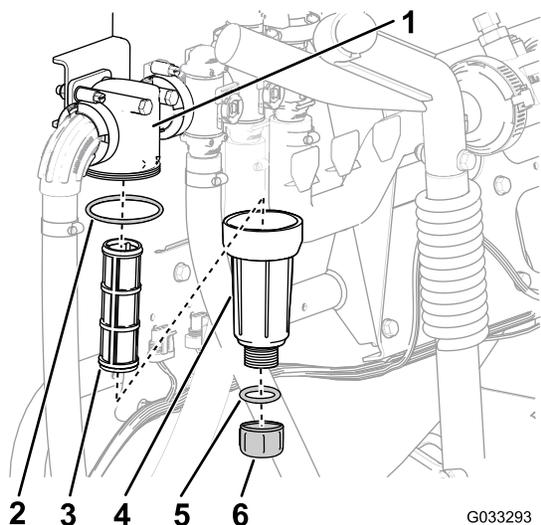

图56
2. 在压力式滤清器下放置一个排放盘图56。
3. 逆时针旋转排油塞然后将其从压力式滤清器的油碗中取出图56。
4. 逆时针旋转油碗然后将其从滤清器头中拿出图56。
5. 拆下旧压力式滤清器的滤芯图56。
6. 检查排油塞的 O 形圈在油碗内侧和油碗的 O 形圈在滤清器头内侧是否有磨损和损坏图56。
7. 将新的压力式滤清器滤芯安装到滤清器头中图56。
8. 将油碗安装到滤清器头上并用手上紧图56。
9. 将排油塞安装到油碗并用手上紧图56。